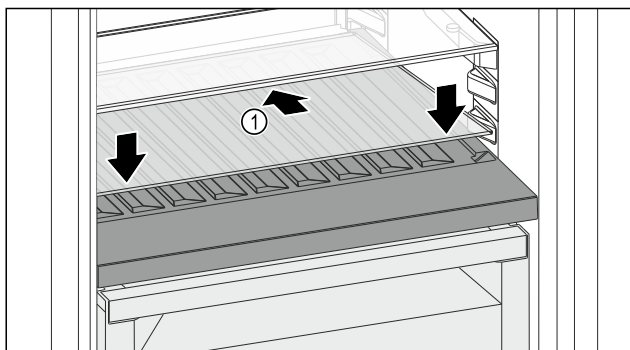

Fig. 214
- Vendosni pllakën e xhamit *Fig. 214 (1)* pjerrtas, dhe të anuar për poshtë në pjesën prapa.
- Ulni poshtë pllakën e xhamit *Fig. 214 (1)* përpara.